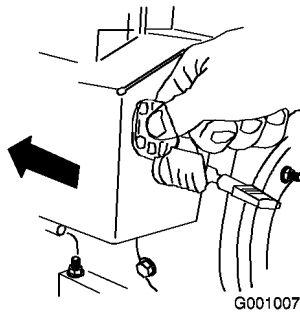

Bild 22
5. Stecken Sie den Zündschlüssel ein (Bild 22).